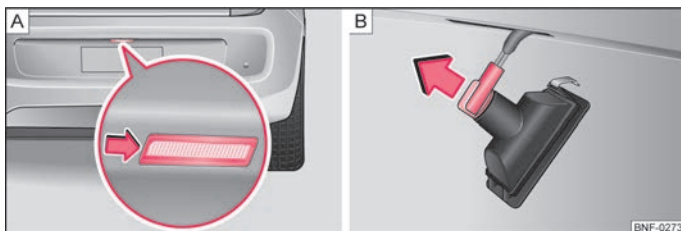

Fig. 122 Udsiftning af pære til nummerpladelygte
- Stik en egnet, tynd genstand, fx en skruetrækker, ind i udsæringen ved pilen, og vip forsigtigt nummerpladelygten ud af stødfangeren → Fig. 122 – [A].
- Drej pæreholderen **mod uret**, og tag den ud i pilens retning → Fig. 122 – [B].